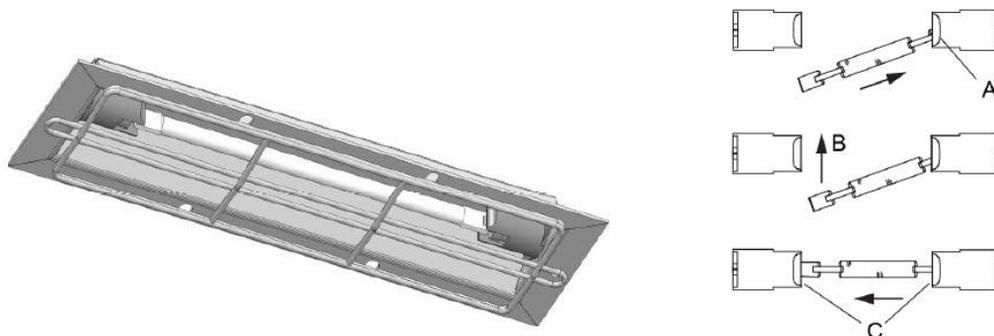

Figura 21
5. Instale la lámpara nueva (230V- 500 W). Primero presione un lado de la lámpara en el soporte (A). Presione la lámpara en su posición correcta (B) y use el resorte para hacer contacto con la otra terminal (Vea la Figura 21).
6. Asegúrese que la lámpara esté sujeta de forma correcta entre las dos terminales (C). Si éste no es el caso, la lámpara puede moverse a lo largo hasta que se fije a sus terminales.